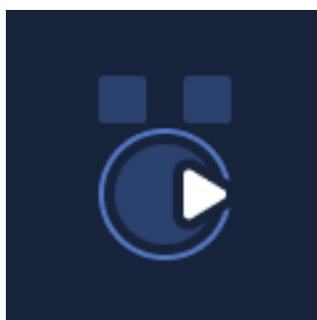

Рис. 3.67. Отрисовка насоса
2) Внутри фрейма схематично отрисуйте вид Насоса в основном его состоянии (рис. 3.67).